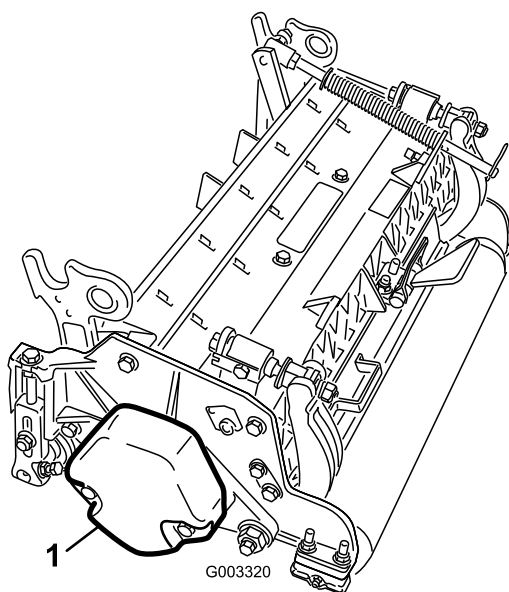

図 6
- 2番と4番のカuttingユニットでは、カウンタ・ウェイトをカuttingユニットの左側に固定しているキャップスクリュー（2本）を取る。カウンタ・ウェイトを取り外す（図 6）。